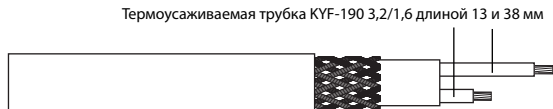

Рис. 2
- 5.5. Надеть трубки термоусаживаемые KYF-190 3,2/1,6 (длина 13 и 38 мм соответственно) на токопроводящие жилы на оба конца ленты и усадить с помощью воздушного термопистолета (Т=350 °С) (рис. 2).